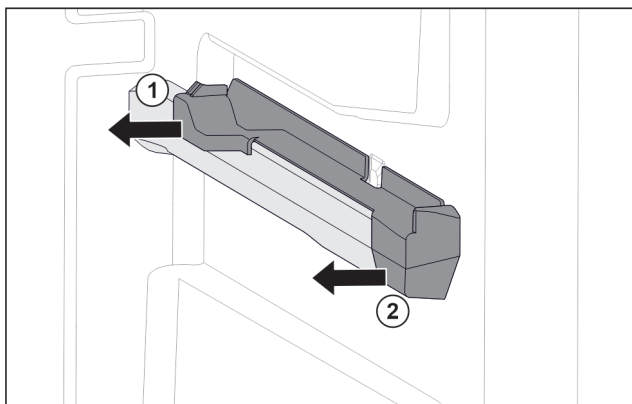

Fig. 101 Вставная часть на правом контейнерном ребре
- Отодвиньте вставную часть сзади в сторону. Fig. 101 (1)
- Отодвиньте вставную часть спереди в сторону. Fig. 101 (2)